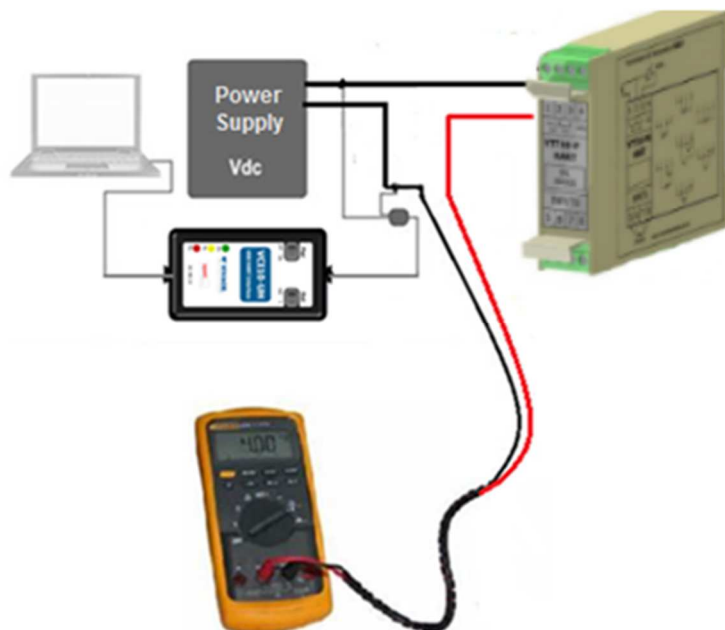

Figura 3.6 – Esquema de montaje para Trim de corriente del VTT10-PH.
**Trim** - Se puede ajustar el sensor de entrada (con una referencia de temperatura ohmios o mV), el sensor de temperatura interno y la corriente de salida del transmisor. La figura 3.6 muestra el esquema de montaje para el TRIM de corriente del VTT10-PH.